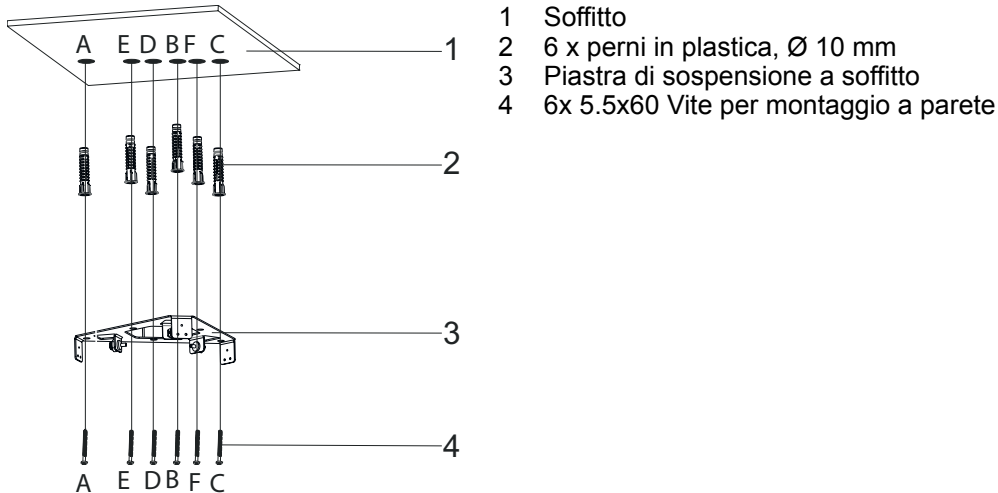

Fig. 11
1. ➔ Forare la superficie nel punto in cui verrà installato il prodotto dai punti A, B, C, D con una punta con Ø10 mm (Fig. 11).
2. ➔ Inserire perni in plastica, Ø10 mm nei punti in cui sono stati eseguiti fori col trapano A,B,C,D,E,F (Fig. 11).
3. ➔ Installare la piastra di collegamento a soffitto al soffitto nei punti A,B,C,D,E,F con viti 5.5x60 (4) (Fig. 11).